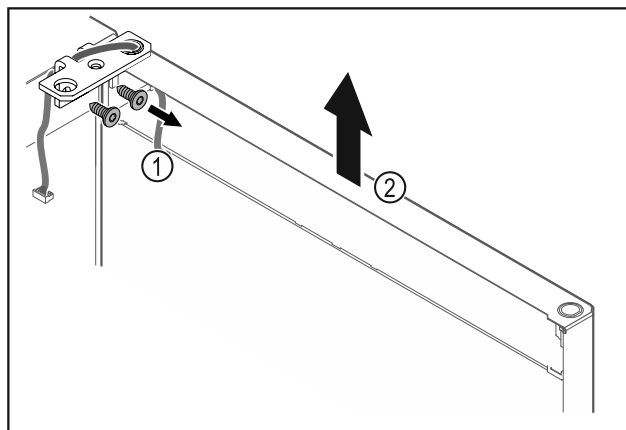

Fig. 19
- ▶ Kruvige šarniirnergik Fig. 19 (1) maha.
- ▶ Tõstke ust koos šarniirnergikuga Fig. 19 (2) umbes 200 mm otse ülespoole ja võtke maha.